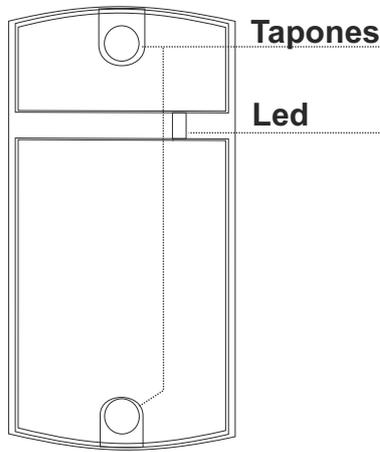

Figura 2
- cierre los orificios del lector con los tapones suministrados a tal efecto (figura 2).